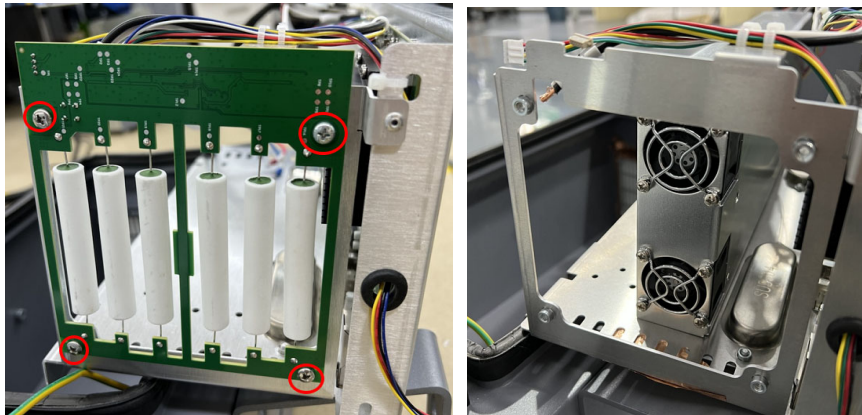

图 3-36 取下刹车板
- 松掉 4 颗十字槽盘头螺钉，取下需要替换的刹车板，如图 3-36 所示；